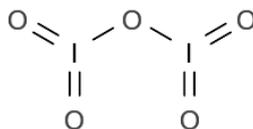

Рис. 4.25. Строение I_2O_5
Оксид иода (V) I_2O_5 , ангидрид иодноватой кислоты (рис. 4.25) – белое твёрдое вещество. Это единственный термодинамически устойчивый оксид галогена.